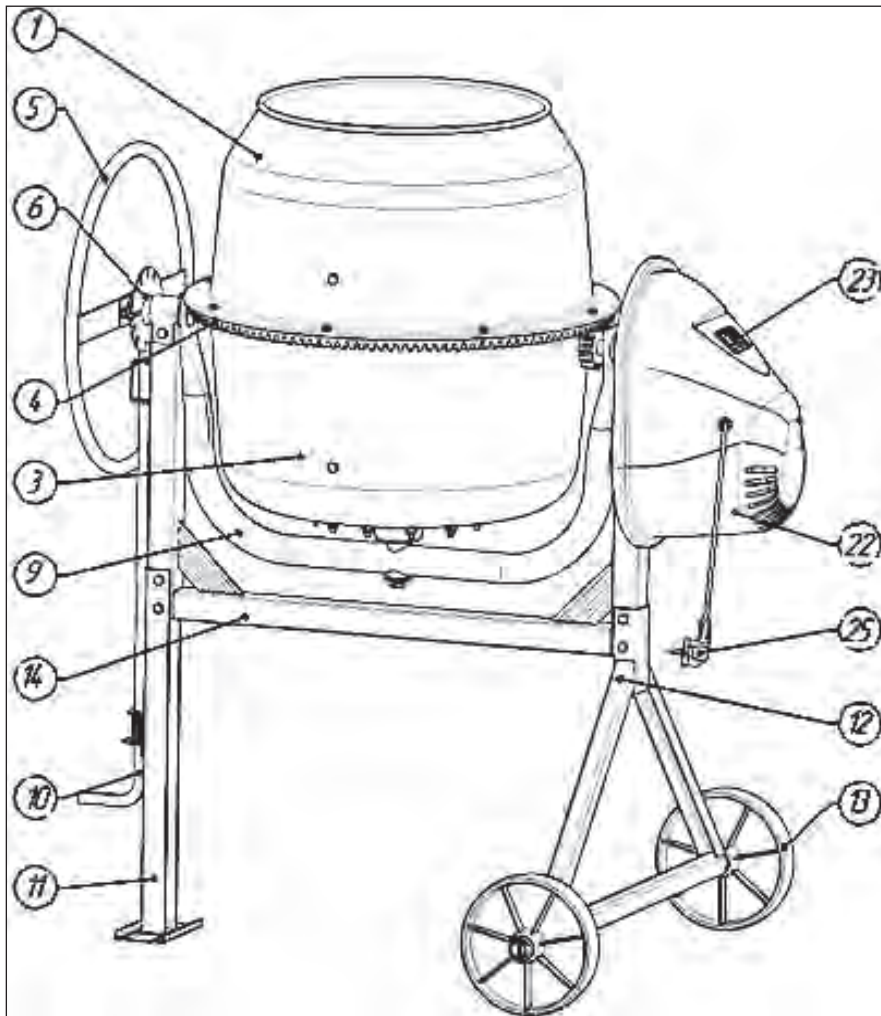

рис. 1
6.3.3 Нажать на зелёную кнопку включателя «23» (см. рис.1) расположенную на защитном кожухе электродвигателя.
6.3.8 Для завершения работы нажмите на красную кнопку выключателя «10» (см. рис.1) на защитном кожухе двигателя бетоносмесителя.